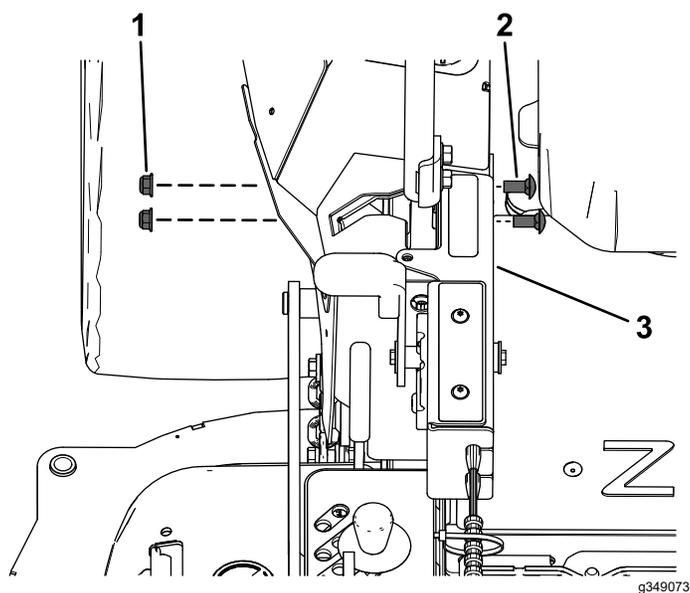

Figure 11
- Fixez le boîtier de commande sur la protection de la commande de déplacement droite à l'aide de 2 boulons de carrosserie ($\frac{3}{8}$ " x $\frac{7}{8}$ ") et de 2 contre-écrous ($\frac{3}{8}$ "), comme montré à la Figure 11.